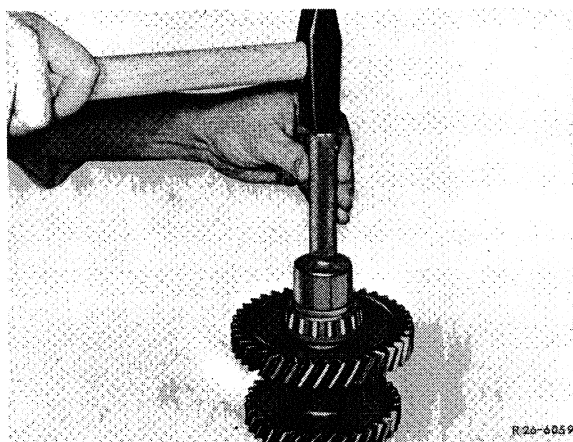

Fig. 6
6. Após o esfriamento, reapertar com um mandril apropriado, a pista interna do rolamento até encostá-la sem folga axial no encosto da árvore (Fig. 6).